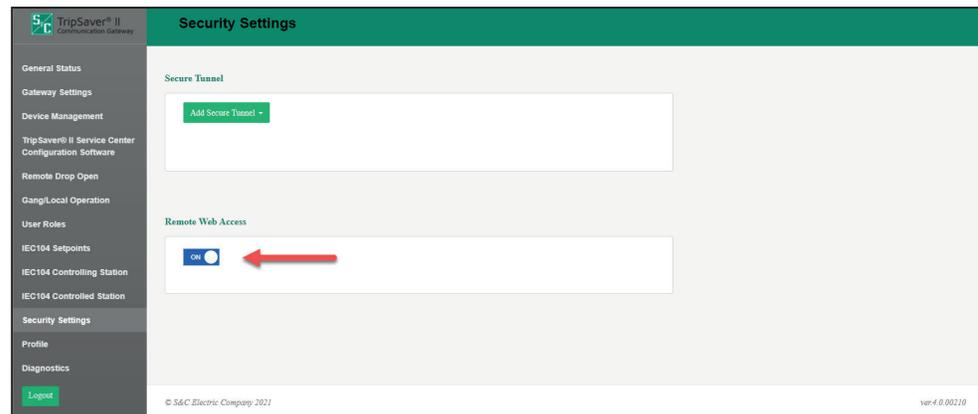

Figura 65. El selector deslizable del Remote Web Acces.
El botón de conmutación **Remote Web Access** habilita el acceso a la interfaz de usuario basada en Web a través del Puerto Ethernet 2. Este ajuste de configuración sólo puede ser actualizado por el usuario admin, y sólo después de que el usuario admin haya cambiado la contraseña preestablecida. Vea la Figura 65 en la página 66. Consulte la sección “Habilitar el Acceso Web Remoto” en la página 66.
PASO 2. En la pantalla *Security Settings (Ajustes de Seguridad)*, la función **Remote Web Access** debe ser configurada a la posición **On**. Vea la Figura 65.